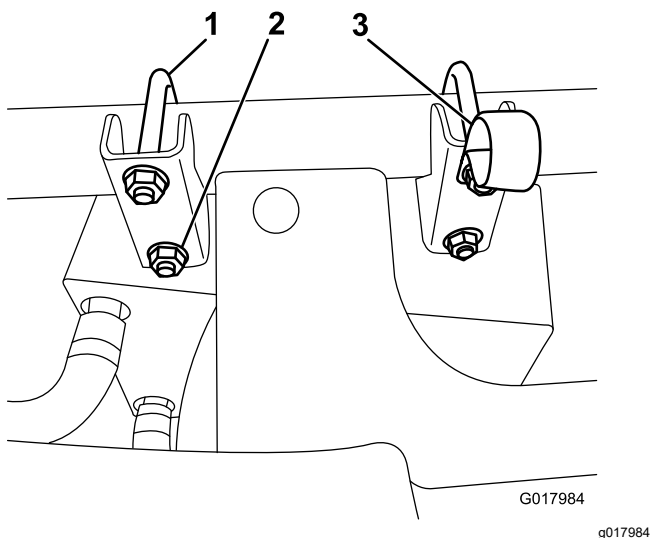

Figura 4
2. Conecte el conjunto de calentador y soporte al tubo delantero del bastidor con los pernos en U y las tuercas con arandelas prensadas (Figura 4).
3. Sujete la abrazadera en R debajo de la tuerca superior que está más próxima al centro de la máquina (Figura 4).